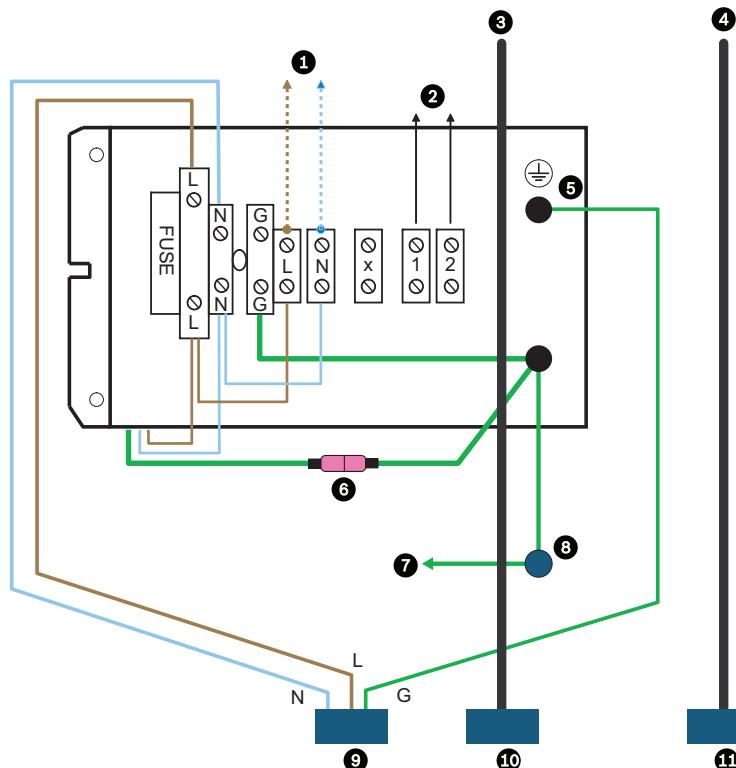

図 5.8 端子台配線図
5. 電源ケーブルを端子台に接続します。図 5.8 を参照してください。ケーブルから絶縁体を 6 ~ 8mm 剥きます。このとき、芯線を傷つけないようにしてください。
6. AC 120V および AC 230V 仕様のカメラに接続する電源ケーブルを切斷します。この際、端子台に接続できる十分な長さを残すようにしてください。ケーブルから絶縁体を 6 ~ 8mm 剥きます。このとき、芯線を傷つけないようにしてください。ケーブル類を端子台のコネクターに接続します。図 5.8 を参照してください。